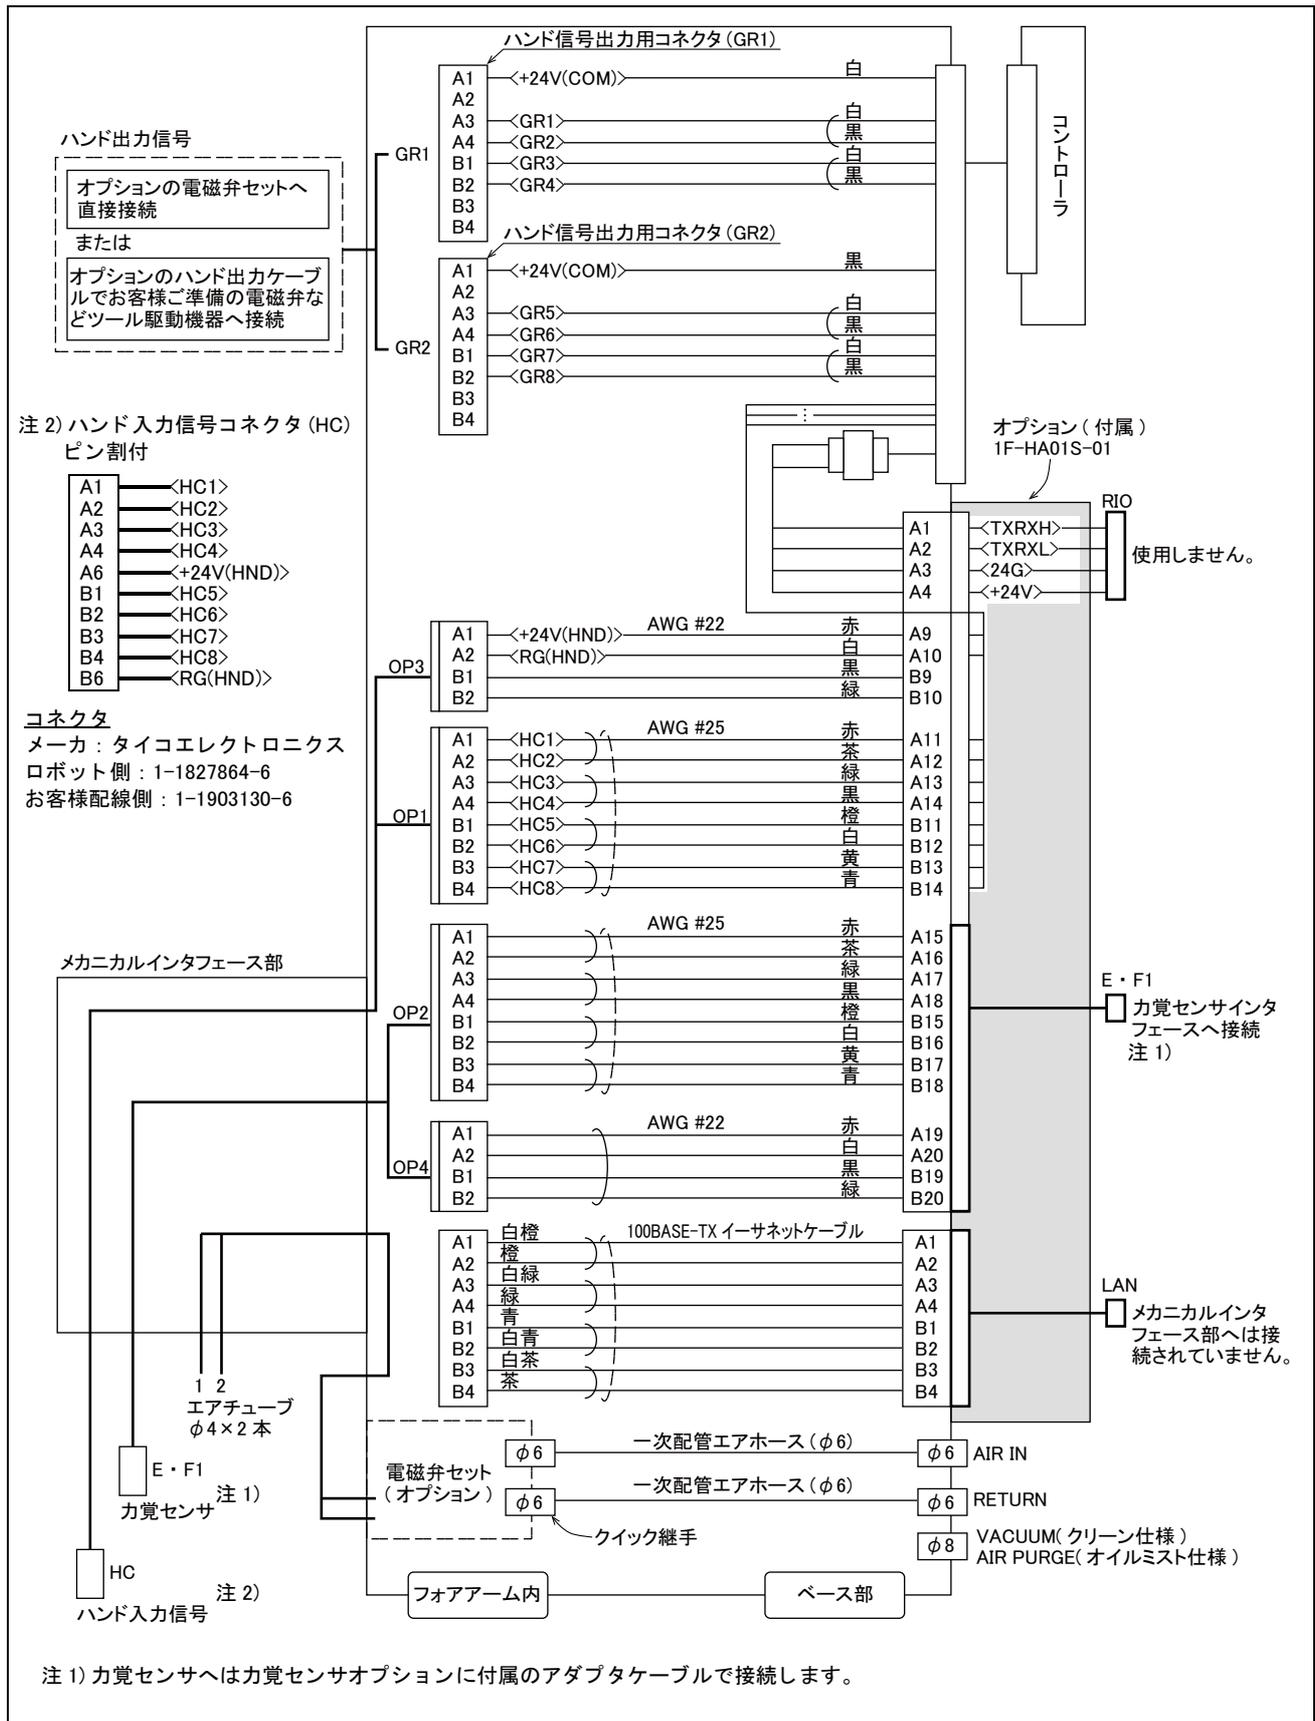

図 2-37 : ハンド用配線と配管系統図とバルブ取付例 : RV-4FR/7FR/13FR シリーズ SH04
- \*3) ハンド入力ケーブル (HC) のピンサインは、図 2-37 を参照願います。